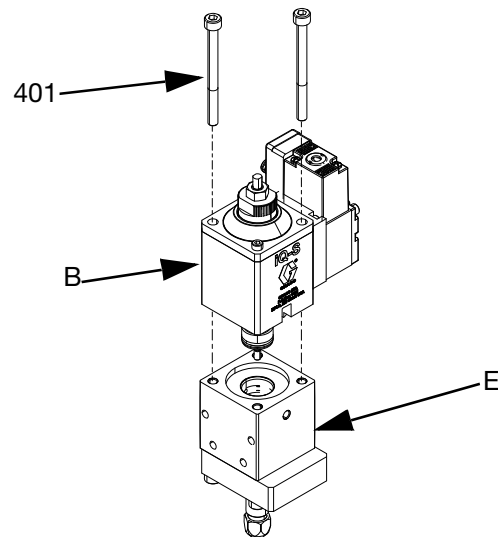

FIG. 11
4. Rimuovere l'adattatore per l'aspirazione posteriore (308) e il distanziatore (315).
5. Inserire una chiave a brugola nel foro dell'asta del pistone (410) situato nell'orifizio di scarico (K). Svitare il dado (310) con una chiave a tubo da 5,5 mm o a bussola e rimuovere l'ugello (309).
6. Se la sezione del fluido (E) non è montata, posizionarla in una morsa.
7. Rimuovere le viti M5 (401) utilizzando una chiave a brugola da 4 mm dalla parte superiore del cilindro dell'aria. Tirare delicatamente la sezione dell'aria (B) fino a rimuovere l'asta del pistone (410) dalla sezione del fluido (E). Vedere FIG. 11.